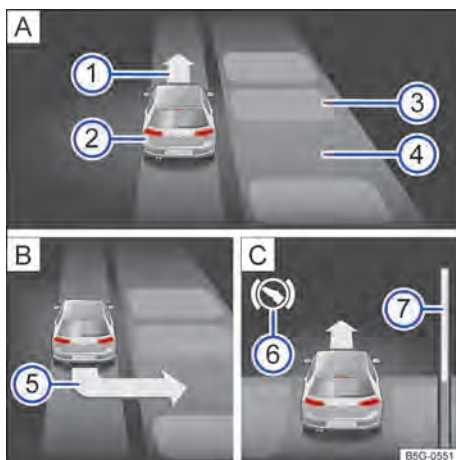

Fig. 114 No display do instrumento combinado: estacionar lado a lado. **A** Procurar uma vaga de estacionamento. **B** Posição para estacionar. **C** Manobrar.
- Estacionar ao aparecer no display do instrumento combinado a indicação de estacionamento → Fig. 114 ⑤ → Página 155.
Legenda da → Fig. 114 (modo de estacionamento lado a lado com marcha a ré):
- Frear quando soar um alarme sonoro indicando para mudar de direção, acender a seta → Fig. 114 ① A, acender o símbolo branco S ou mostrar uma mensagem.